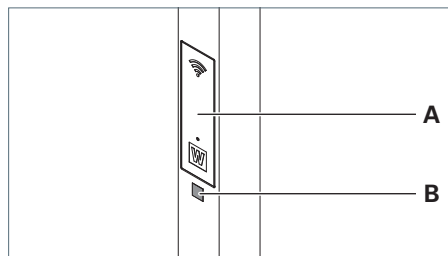

Fig. 22 : Scanner le code QR.
- ▶ Scannez le code QR **B** du luminaire qui se trouve sur le bras vertical, sous la trappe de service **A**, voir Fig. 22.